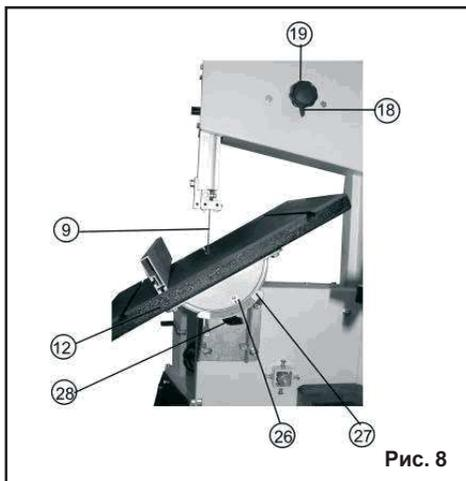

Рис. 8
**11.2. Установка рабочего стола под углом к пильной ленте (Рис. 8)**
**11.3. Регулировка смещения пильной ленты (Рис. 8, 9, 10, 12)**